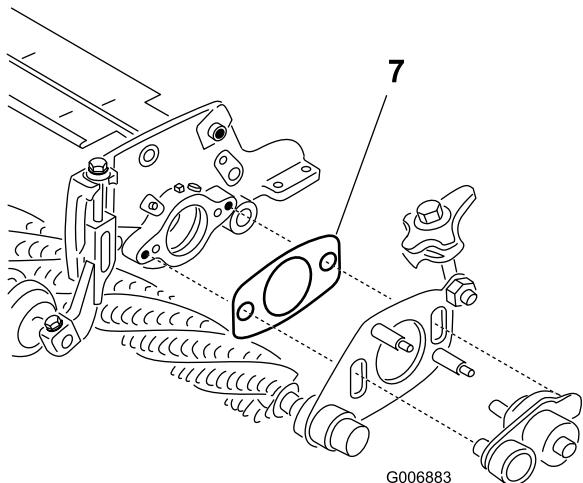

図 50
7. 駆動側グルーマピボットプレートとカッティングユニットのサイドプレートとの間にあるシム図 50がピボットハブに挟まれて締め込まれた状態になっていないことを確認する。シムは自由に回転できなければいけない。